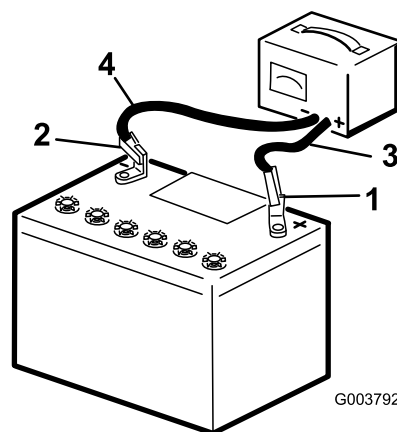

Рисунок 130
5. Подсоедините положительный провод зарядного устройства к положительному штырю аккумулятора (Рисунок 130).
6. Подсоедините отрицательный провод зарядного устройства к отрицательному штырю аккумулятора (Рисунок 130).
8. После полной зарядки аккумулятора отсоедините зарядное устройство от источника электропитания и штырей аккумулятора (Рисунок 130).